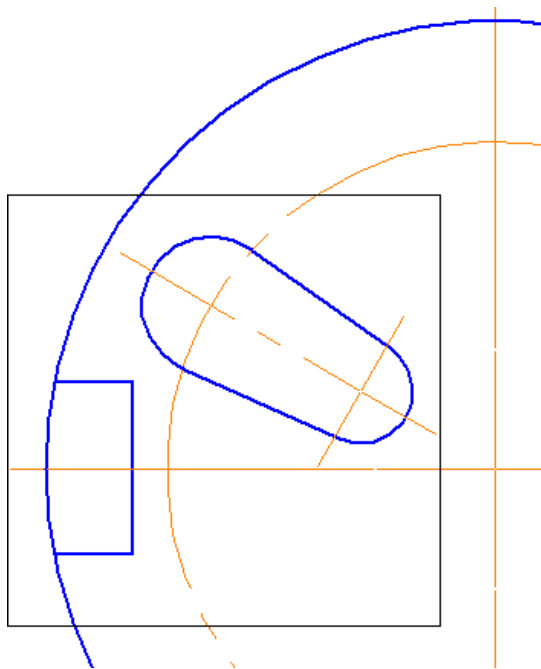

Рис. 9
5. Для выполнения копирования по окружности необходимо выделить элементы рамкой. В меню: **Выделить – Рамкой**  и укажите рамкой элементы, которые будете копировать, рис. 9.